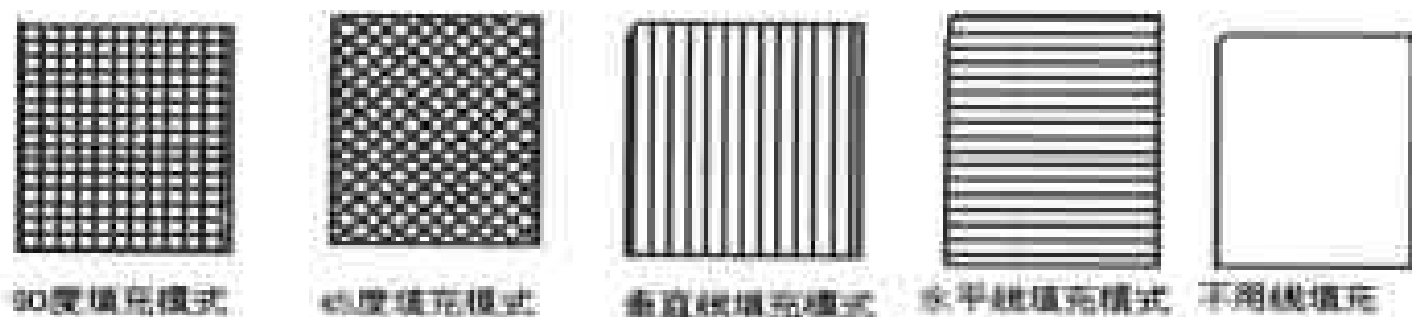

图 5-114 敷铜的 5 种填充模式
3) **Hatching style**: 填充模式组。系统提供以下 5 种填充模式, 如图 5-114 所示。